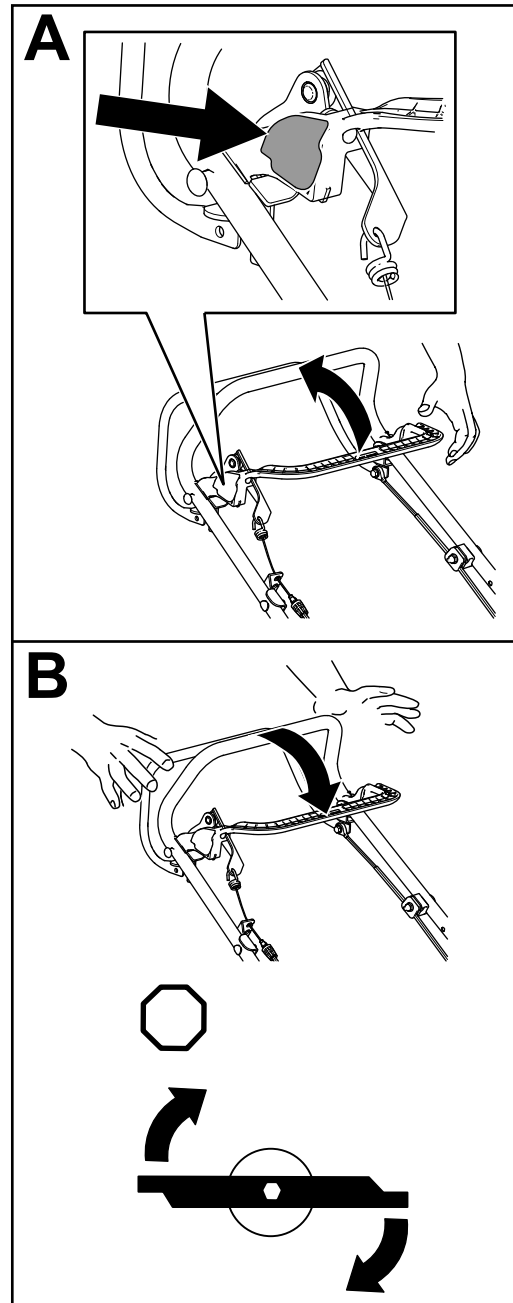

Figura 19
1. Inei apăsat butonul de blocare de comandă pentru lamă pentru cuplarea cu maneta de comandă pentru lamă (A din Figura 19).
2. În timp ce inei apăsat butonul, tragei maneta de comandă pentru lamă la nivelul mânerului; lama trebuie să se cupleze (A din Figura 19).
3. Eliberai maneta de comandă pentru lamă pentru a decupla lama (B din Figura 19). Butonul de blocare de comandă pentru lamă se resetează.